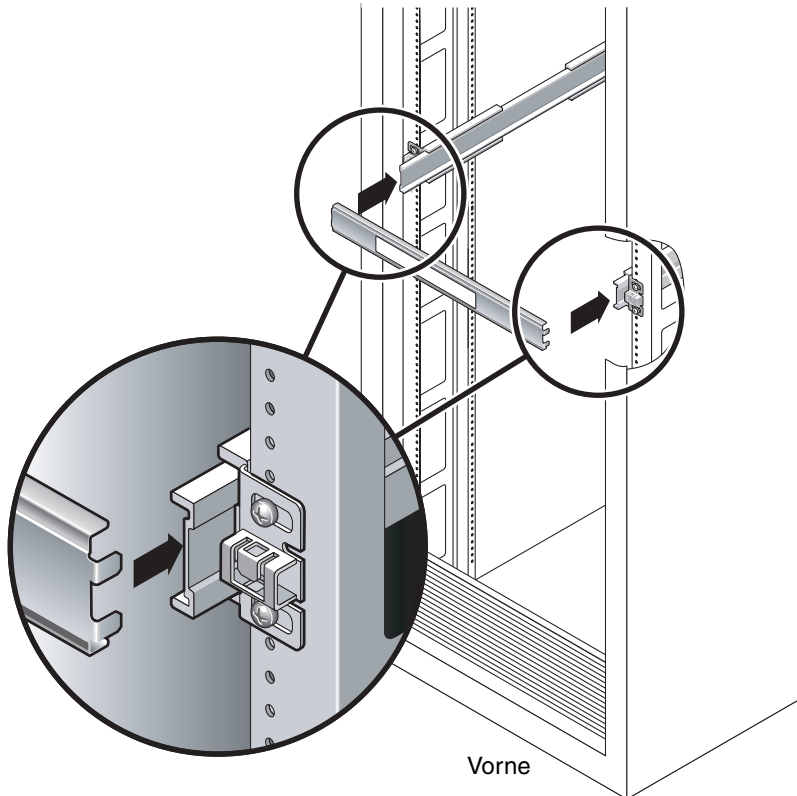

ABBILDUNG 2-7 Regulieren des Schienenabstands mit der Abstandslehre
a. Setzen Sie auf der Rack-Rückseite die linke Seite der Lehre in die Schlitz am Ende des Mittelteils der linken Schiene (**ABBILDUNG 2-7**).